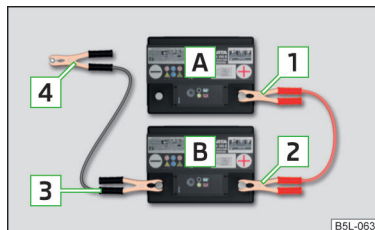

Fig. 179
- Conecte el borne **1** al polo positivo de la batería descargada **A** » fig. 179.